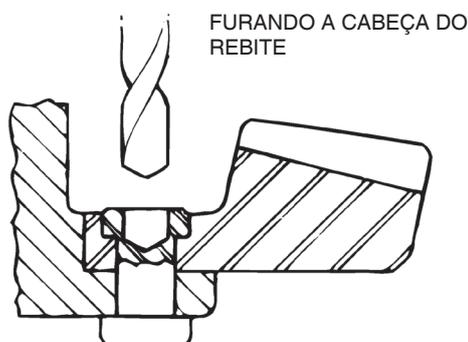

Figura 3.49
- B. Fure cada cabeça no lado da coroa hipoidal do conjunto até a profundidade igual à espessura da cabeça do rebite. Use uma broca que seja 0,8000 mm (0.0312") menor que o diâmetro do corpo do rebite. Figura 3.49.